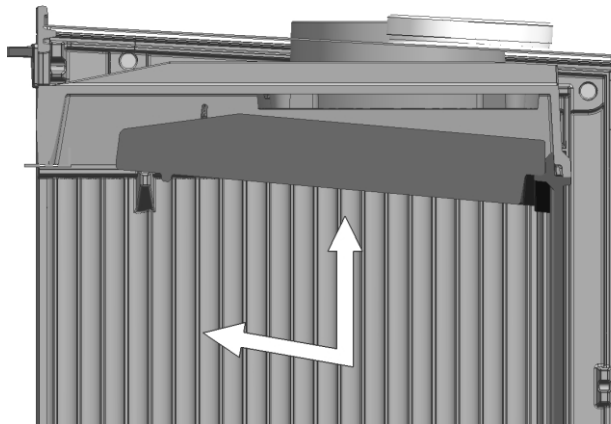

Fig. 1
1. A – Deslizar la placa deflector hacia delante y hacia arriba hasta sacar los pivotes de los laterales de los alojamientos del propio deflector (Fig.1)